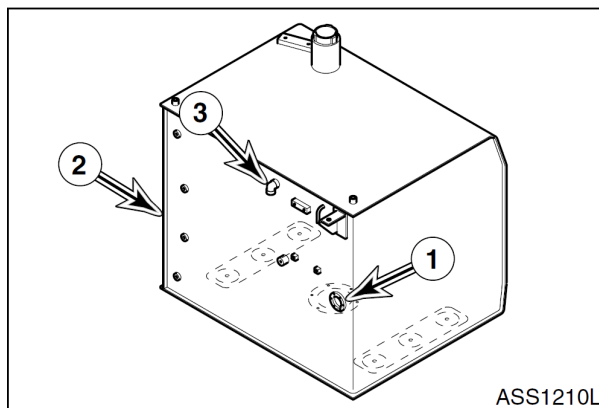

Рис. 13
6. Подсоединить провода датчика топлива (1, рис. 13) на боку топливного бака (2).
7. Собрать компоненты при их наличии с насоса заливной горловины (3, рис. 13) на боку топливного бака (2).